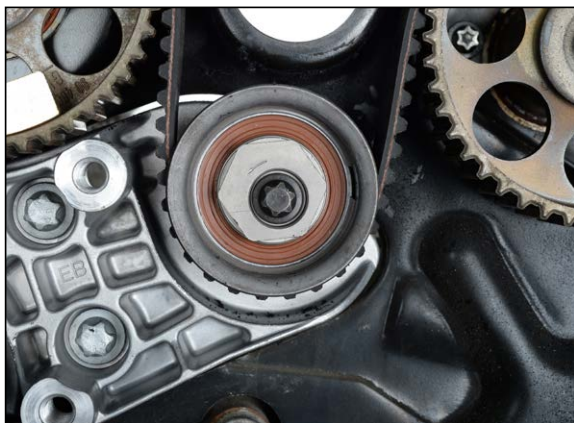

Abb. 18
4. Okrećite ekscentar gornjeg skretnog valjka steznim ključem MKM-6038 ili kliještima za pumpu za vodu u smjeru suprotno kazaljci sata dok vrh ekscentra ne bude u položaju koji odgovara položaju kazaljke na 11 sati (Abb. 18).